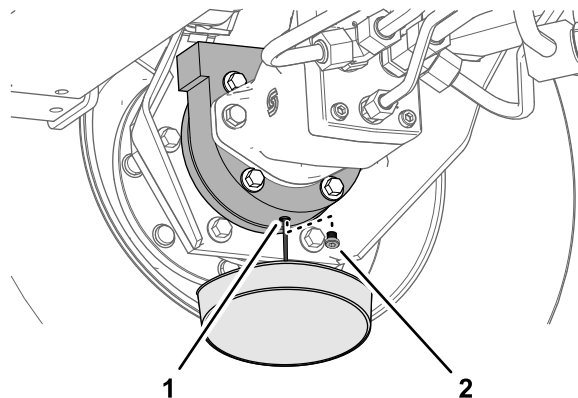

Figura 106
6. Mettete una bacinella sotto la scatola del freno, togliete il tappo di spurgo e lasciate defluire completamente l'olio (Figura 106).